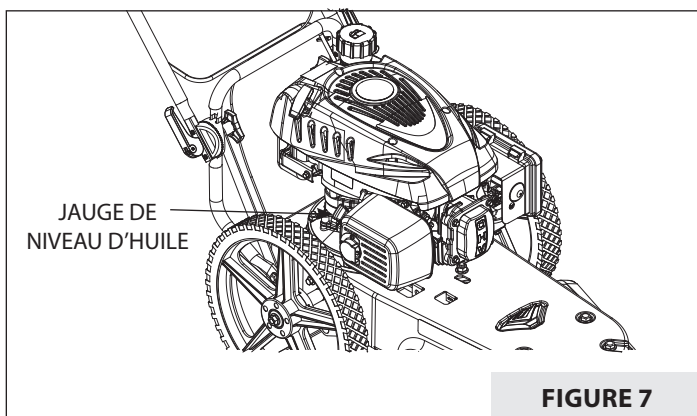

FIGURE 7
- Retirer la jauge d'huile et incliner le moteur avec précaution vers le côté jauge d'huile pour vider l'huile par l'orifice de remplissage. Vider l'huile dans un récipient adapté et l'éliminer comme il se doit. **VOIR FIGURE 7.**